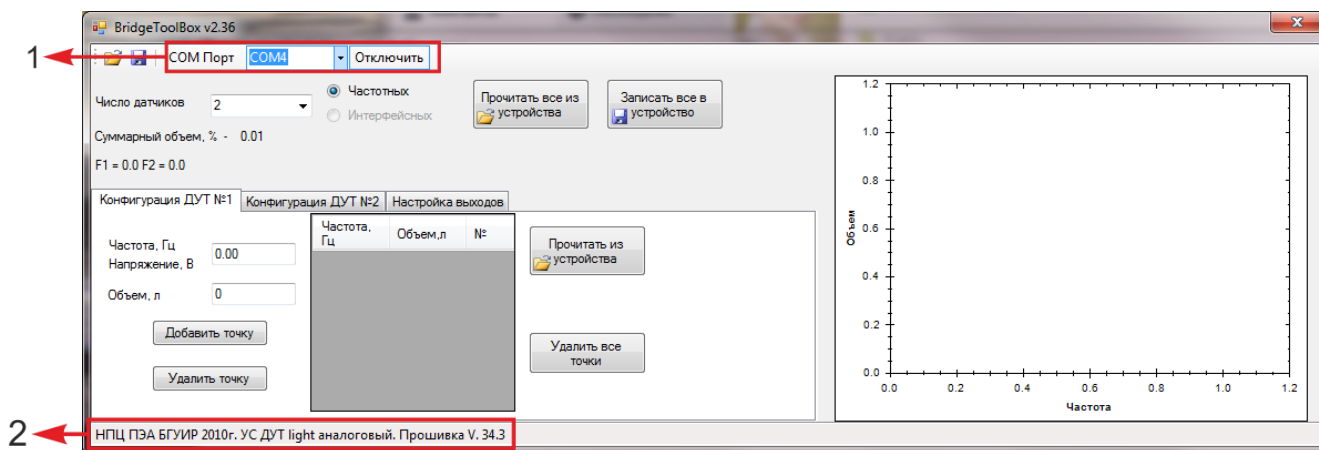

Рисунок 10 – Главное окно BridgeToolBox
3. Запустить программу BridgeToolBox, в меню «СОМ Порт» главного окна программы (рис. 10) указать номер последовательного порта, к которому подключен УС ДУТ.
4. Нажать кнопку [Подключить], убедиться, что связь с УС ДУТ установлена (рис. 10,1). При успешном подключении в главном окне программы (рис.10,2) появится название устройства и версия прошивки.